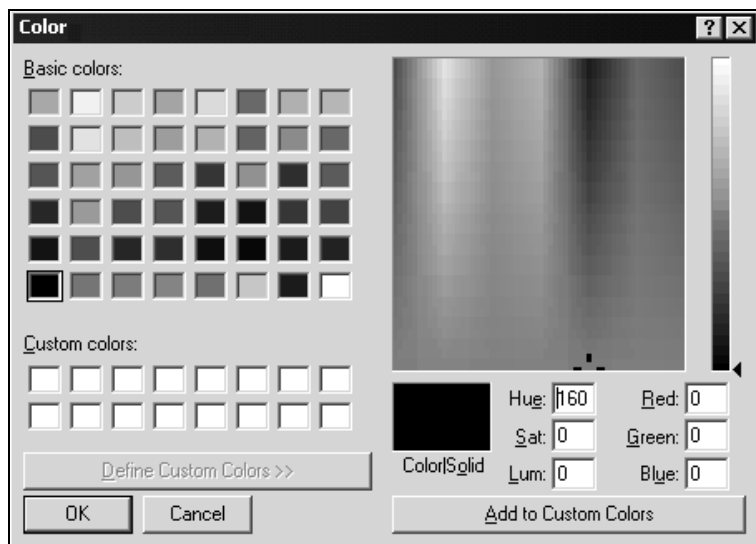

Рис. 10.13. Диалоговое окно **Color** системы Windows
- нажать кнопку **Select Custom Color** (Выбор из палитры) для вызова диалогового окна **Color** (Цвет) (рис. 10.13), в котором можно выбрать цвета системы **RGB** или цвета системы **HLS**. В системе **HLS** отте-